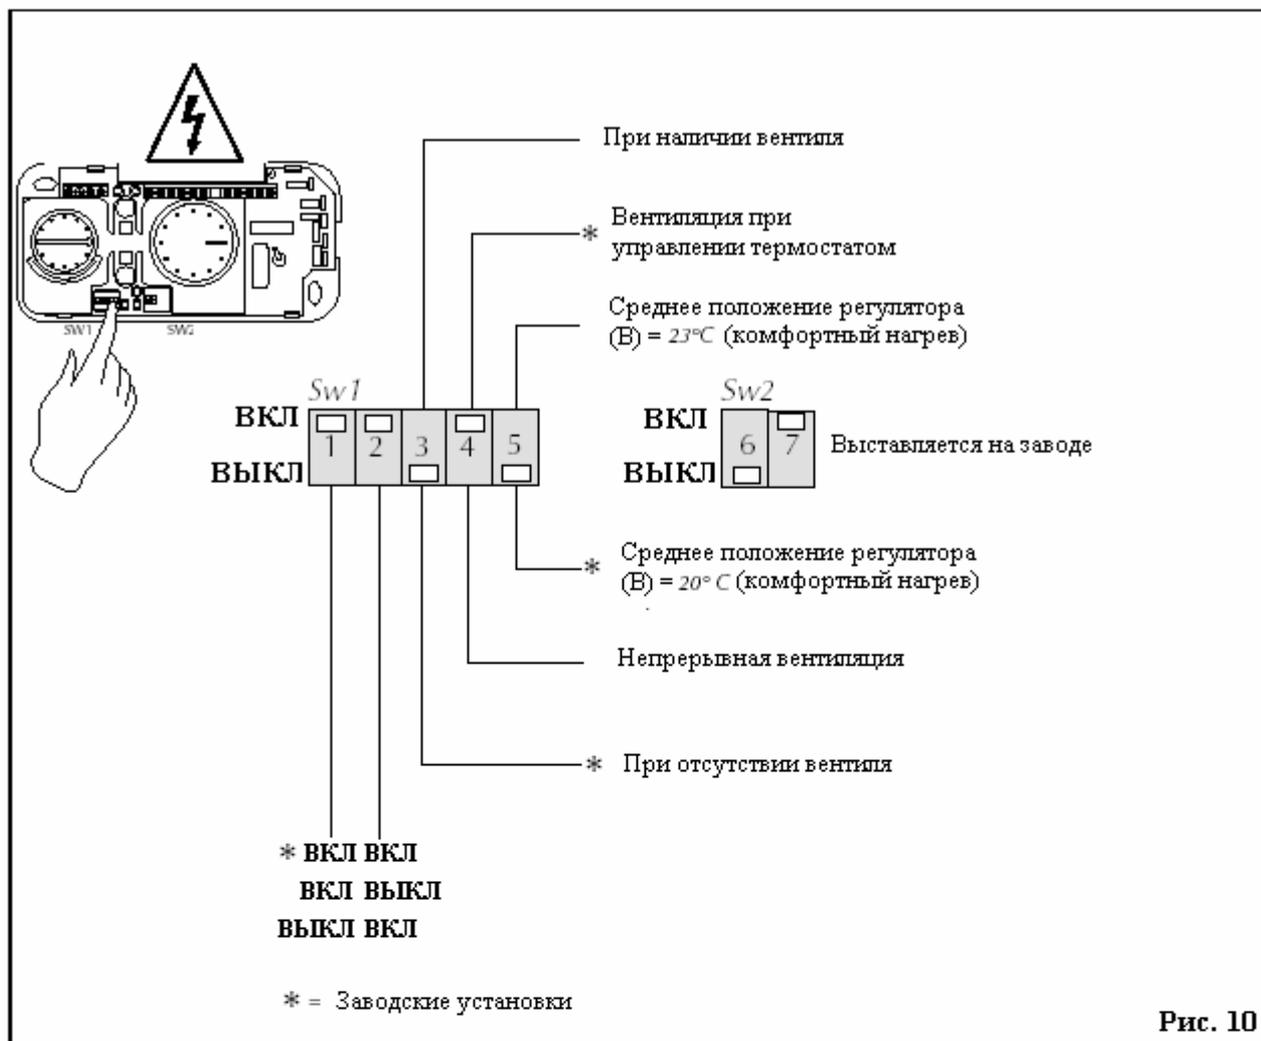

Рис. 10
Настроечные операции выполняются во время установки панели управления и производятся только квалифицированным персоналом. С помощью микропереключателей, расположение которых показано на Рис. 10, задаются перечисленные ниже функции панели управления.
- Установите переключатели в нужное положение (Рис. 10).